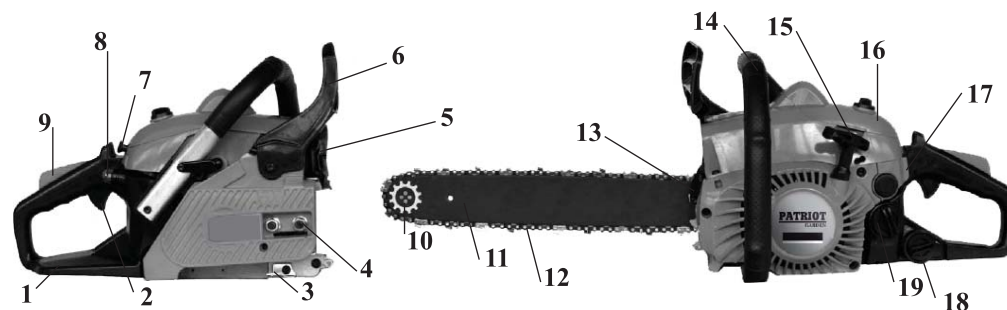

рис.1
3.1 Общий вид модели БП-1200/16 представлен на рис.1